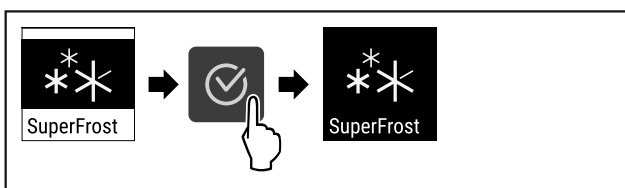

Fig. 66
- ▶ Εκτελέστε τα βήματα ενεργειών (βλέπε Fig. 66) .